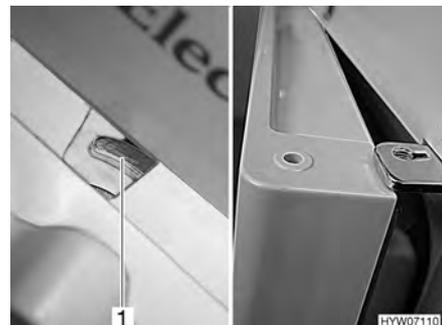

Fig. 170 Porta del frigorifero/del vano congelatore in posizione di ricircolo d'aria (serie Dometic 7 con vano congelatore separato)
- Spostare il dispositivo di bloccaggio completamente verso destra. La porta del frigorifero/porta del vano congelatore è bloccata con l'ausilio dell'arresto della porta (Fig. 170,1). In questo modo la porta del frigorifero/porta del vano congelatore rimane ferma in posizione socchiusa (Fig. 170).